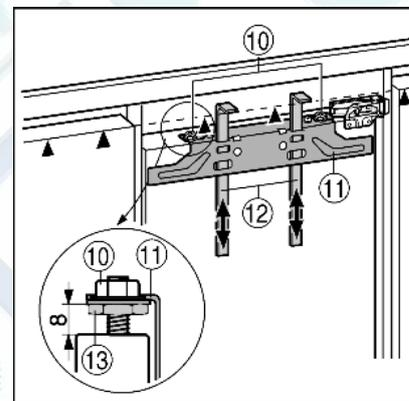

Fig. 16
- ▶ Монтажные приспособления Fig. 16 (12) сдвиньте вверх на высоту мебельной дверцы. Нижняя упорная кромка ▲ монтажного приспособления = верхней кромке подлежащей установке мебельной дверцы.
- ▶ Открутите крепежную поперечину Fig. 16 (11) с помощью контргаяк Fig. 16 (10).